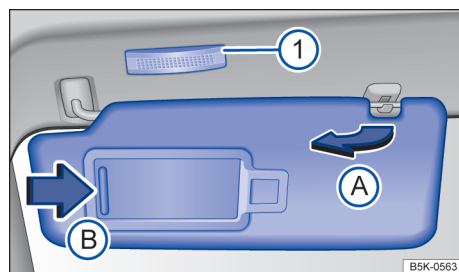

Fig. 114 No revestimento do teto dianteiro: para-sol.
- Retirar do suporte e virar na direção das portas → Fig. 114 **A**.
No para-sol rebatido para baixo encontra-se um espelho de cortesia atrás de uma cobertura. Ao abrir a cobertura → Fig. 114 **B**, uma lanterna → Fig. 114 **1** se acende.